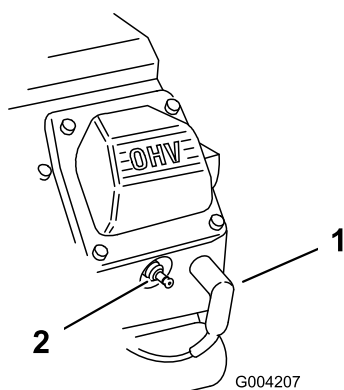

Figure 34
3. Débranchez les bougies (Figure 34).
3. Rebranchez les bougies (Figure 34).